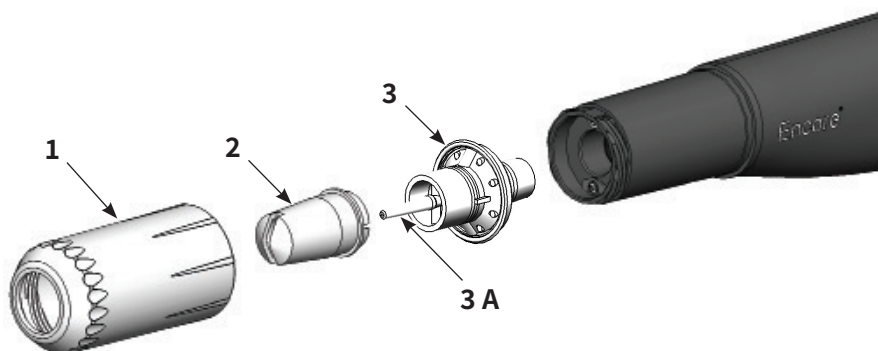

図 4-1 フラットスプレーノズル取り外し・取り付け
1. 図 4-1を参照。ノズルナット(1)を反時計回りに回して外します。